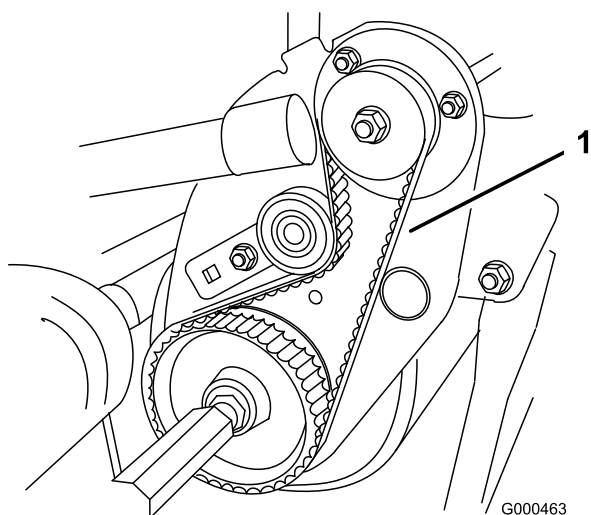

Figura 39
2. Compruebe la tensión presionando la correa (Figura 39) en el punto intermedio entre las poleas con una fuerza de $1,8 \pm 0,5$ kg. La correa debe desviarse entre 4,8 y 7,9 mm. Si la desviación no es la correcta, continúe con el paso siguiente.